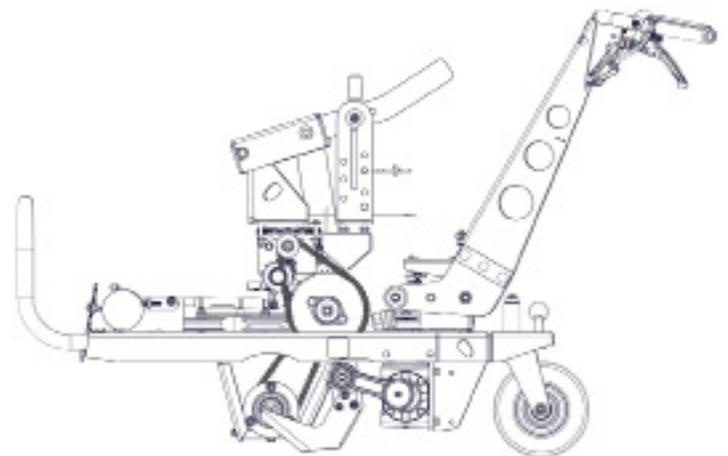

Abb. 11 Kettenkonfiguration
**Hinweis:** Die Schneidklinge, die Antriebsriemen und die Ketten sind normale Verschleißteile. Siehe *Abb. 11* für die Konfiguration der Ketten. Diese Teile sind regelmäßig zu überprüfen und im Falle von Verschleiß auszutauschen. Setzen Sie sich zwecks Wartung des Geräts auch mit Ihrem Billy Goat® Händler in Verbindung.